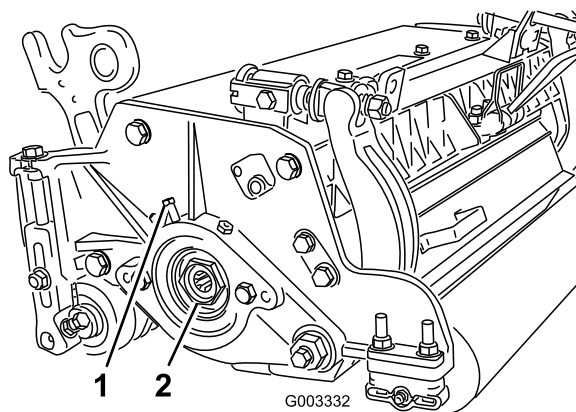

Figura 31
- A. Allentate la vite a testa cilindrica esterna che fissa il dado di regolazione del cuscinetto all'alloggiamento del cuscinetto situato sul lato sinistro dell'apparato di taglio (Figura 31).